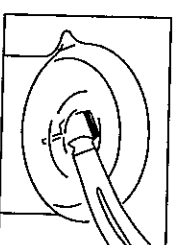

Рис. 5
- 3) Активируйте работу наконечника, погружая половину головки в воду. (Рис.5).